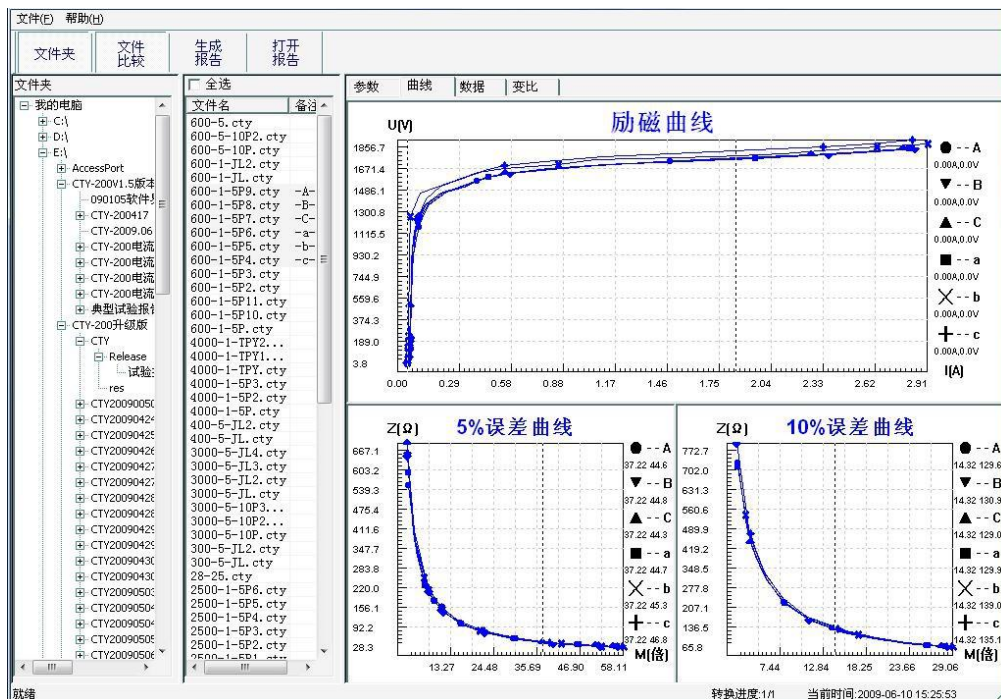

图 3.7 多个文件合并转换时曲线界面
- 1、选择文件： 按下**文件比较**，用鼠标左键选择多个文件（鼠标右键取消选定），选定的文件会在备注栏中标注 A、B、C、a、b、c 字母，并在**曲线页**中显示多条曲线进行比较，如图 3.7。